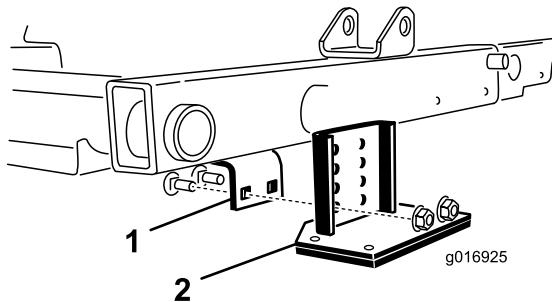

Figura 30
2. Localice el soporte del bastidor encima de la unidad de corte central (Figura 30).
3. Presione hacia abajo sobre el rodillo delantero de la unidad de corte central, y determine qué taladros del soporte basculante quedan alineados con los taladros del soporte del bastidor para obtener el mismo contacto del rodillo al instalarse el soporte basculante (Figura 30).
4. Baje las unidades de corte y Monte el soporte basculante en el bastidor con los 2 pernos de cuello cuadrado y las 2 tuercas suministrados con el kit (Figura 30).